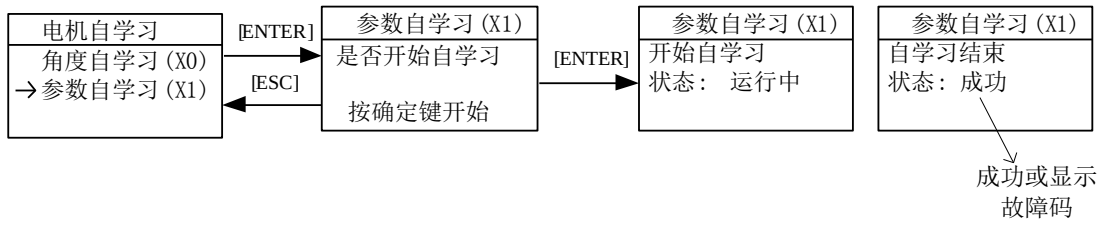

图 7.2 电机参数自学习操作示意图
- 通过操作器按图 7.2 所示操作进行电机参数自学习。
通过操作器按图 7.2 所示操作进行电机参数自学习。